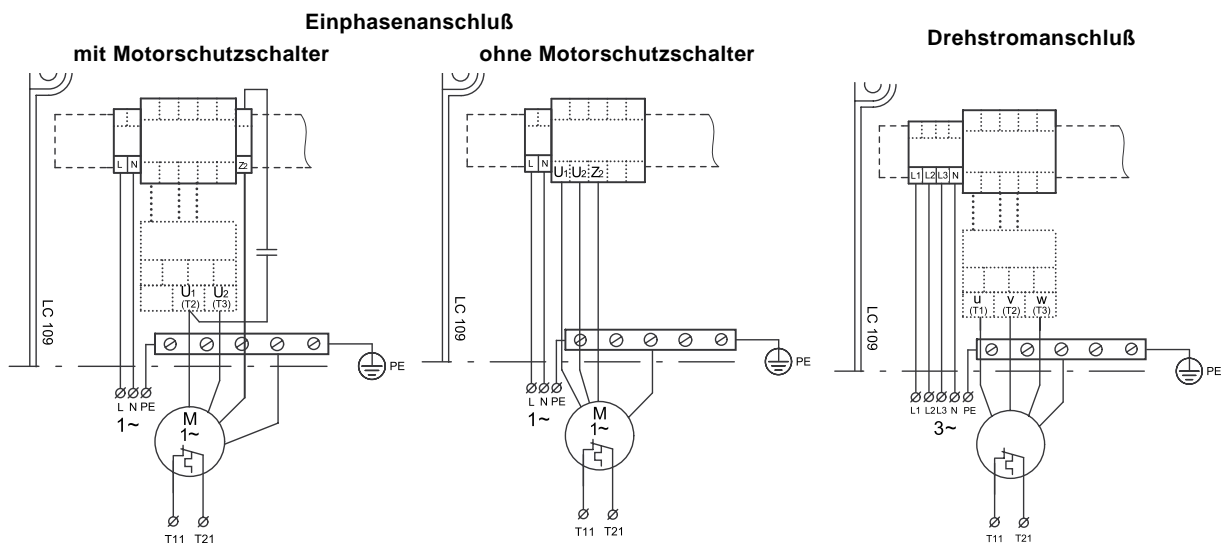

Abb. 2
2. Leiter des Motorkabels abklemmen, siehe Abb. 2.
8. Leiter anschließen, siehe Abb. 2.